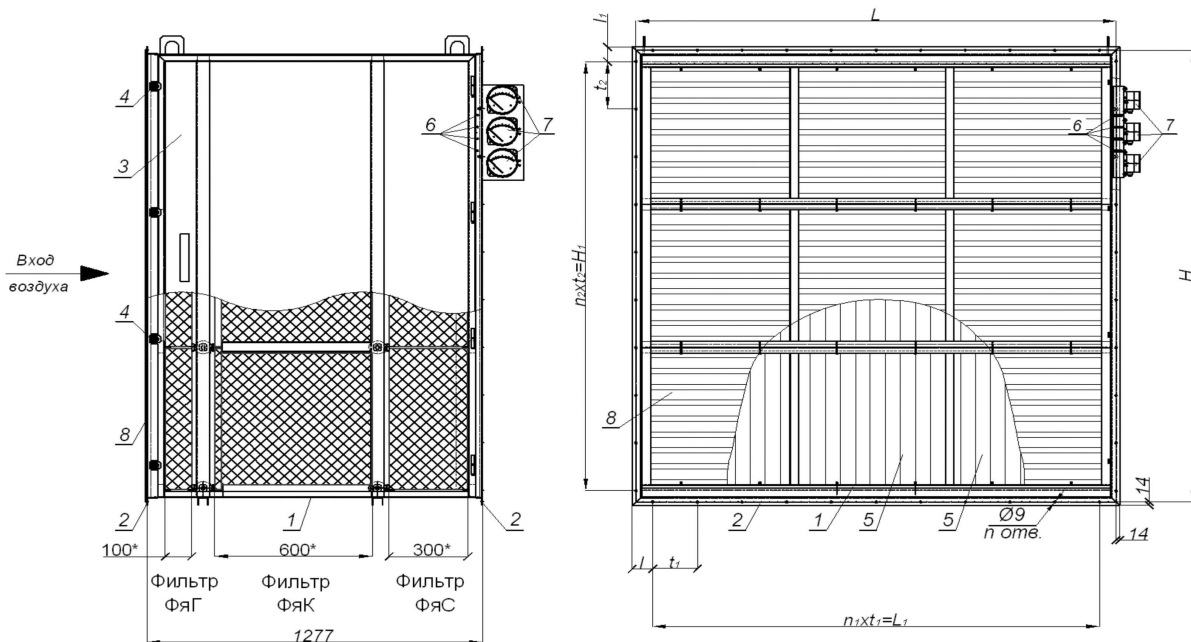

Рис. 1 Схема секции воздушных фильтров ССФ-В3
На рис.1 и 2 представлено одно из возможных решений секции воздушных фильтров ССФ-В, включающее трехступенчатую систему очистки. Данная схема является наиболее распространенной, когда в качестве финишной очистки требуется применение HEPA фильтров
Секция воздушных фильтров (см. рис. 1) состоит из металлического корпуса (1), имеющего на входе и выходе сварные фланцы (2), для присоединения к фланцам вентиляционных систем, посредством болтовых соединений через уплотнительную резину. На боковой стороне корпуса ССФ-В имеется дверь (3), закрываемая с помощью прижимов (4). Герметизация соединения двери с корпусом осуществляется за счет установки специального уплотнения. Дверь может располагаться справа или слева по ходу движения воздуха по техническому заданию заказчика. Для защиты от атмосферных осадков, в случае установки на улице, на входе в секцию ССФ-В, может быть установлена наружная вентиляционная решетка (8).